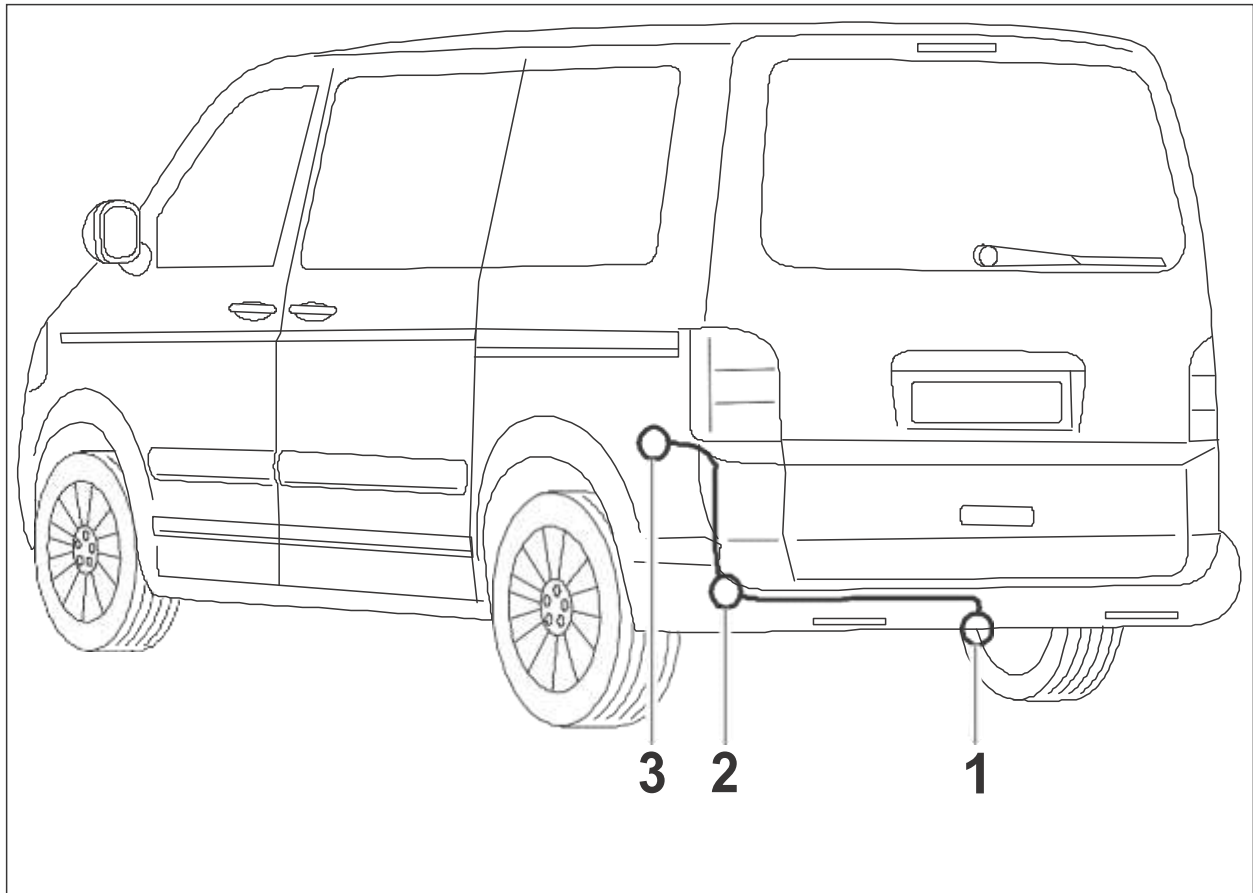

図1：取り付け概要
3. ワイヤハーネスのソケットの末端を車両後ろ左にあるグロメット（図 1/2）を通して外に向かってソケットホルドプレートに配線します（図 1/1）。通し管を納品内容であるシーリングテープで追加的にシーリングします。
7. ソケットをソケットに取り付けられているねじでホールドプレート (図1/1)に締め付け固定します。
9. 車両側のグロメット (図1/2)ワイヤーハーネスに取り付け、ワイヤーハーネス上で外側から車両の穴に向かってスライドさせます。グロメットを納品内容であるシーリングプレート (シーリングテープ)で追加的にシーリングします。
10. 8ピンおよび12ピンプラグを後ろ左にあるコネクターステーション (図1/3)の該当するプラグに差し込みロックします。場合によっては車両に装備されている8ピンジャンププラグを引き抜きます (この後使用することはありません)。